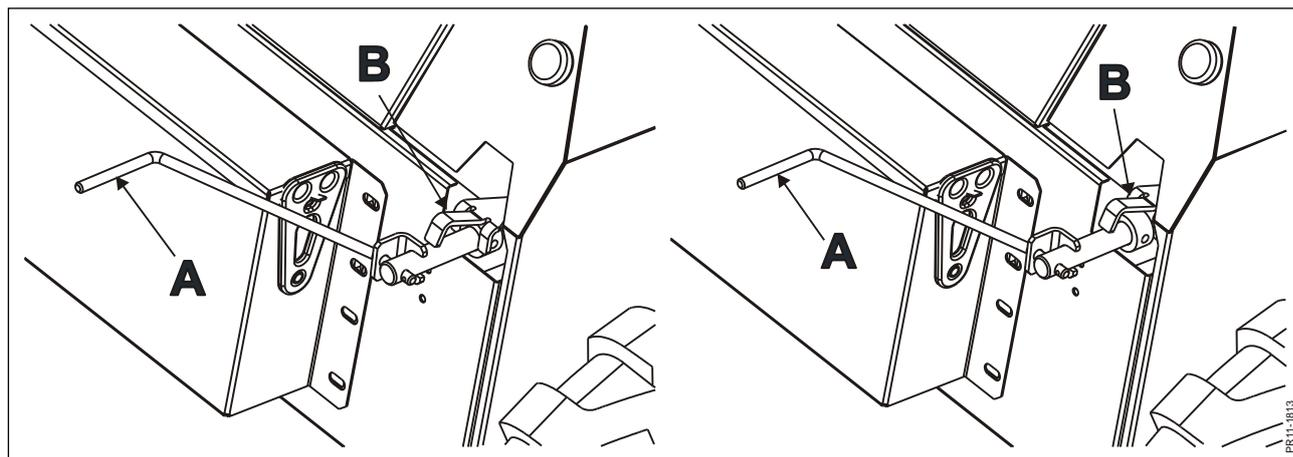

Abb. 3-8
**Abb. 3-8** Die Entlastungsfedern mit der Spindel **A** festziehen, bis der Bodendruck für die Pickup maximal 30 kg beträgt. Die Spindelarretierung **B** wird herausgezogen, um die Spindel zu lösen, und hineingedrückt, um sie festzustellen. Die Sperre anheben, um sie zu bewegen. Die Spindel **A** horizontal halten, sodass die Sperre **B** einrasten kann.